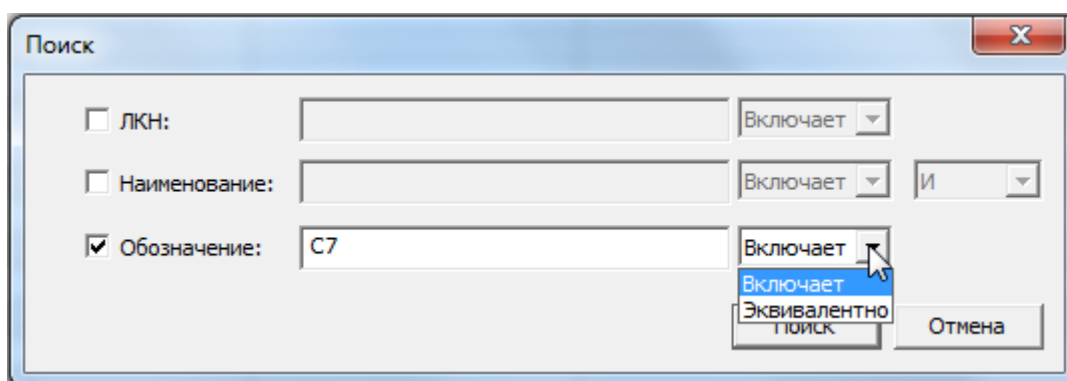

Рис. 10-65 – Окно задания критериев поиска
- 3) В появившемся окне «Поиск» задать критерии (рис. 10-65).